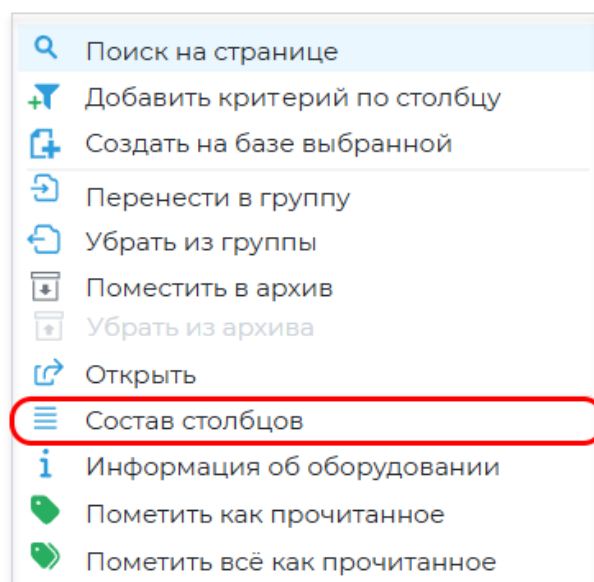

Рисунок 9.10 – Вызов настройки состава столбцов через контекстное меню
- вызвать контекстное меню, нажав правой кнопкой мыши на списке заявок, и выбрать пункт «Состав столбцов» (Рисунок 9.10).